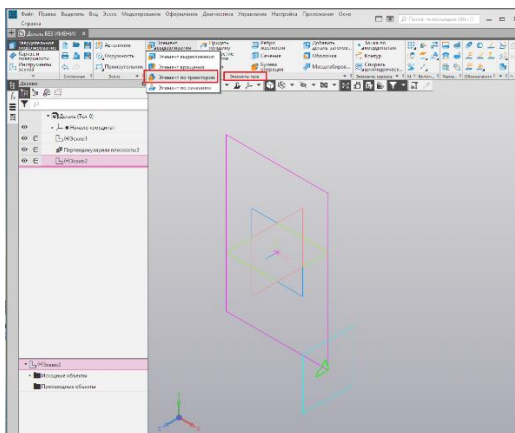

Рис. 9.
6. Применим операцию по траектории для Эскиза 1 и Эскиза 2, для этого на панели **Элементы тела**, нажав на кнопку **Элемент выдавливания** , которая показана по умолчанию, и удерживая её, выбираем команду **Элемент по траектории**  (рис.9).